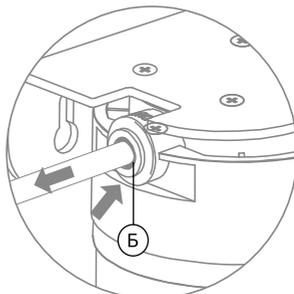

Рис. 10
2. Удерживая цанговое кольцо (Б) прижатым к основанию фитинга, потяните на себя пластиковую трубку и извлеките ее из фитинга (рис. 10).